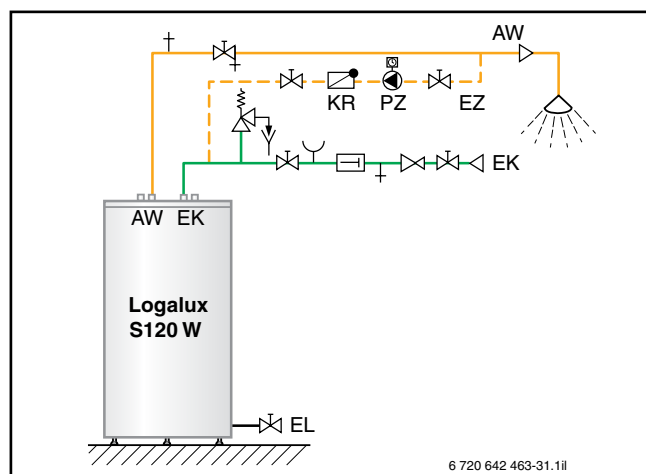

Fig. 42 Variante di tubazione di ricircolo per l'accumulatore-produttore di acqua calda Logalux S120 W
- il collegamento del ricircolo può essere installato con gli accumulatori-produttori acqua calda Logalux S120 nell'adduzione d'acqua fredda. In combinazione con la Logamax plus GB162 il pezzo di raccordo per la pompa di ricircolo PZ può essere montato sul gruppo sicurezza del set di collegamento lato sanitario S-Flex. Le tubazioni allacciate alla Logamax plus GB162 devono essere installate a carico del cliente (→ fig. 42)